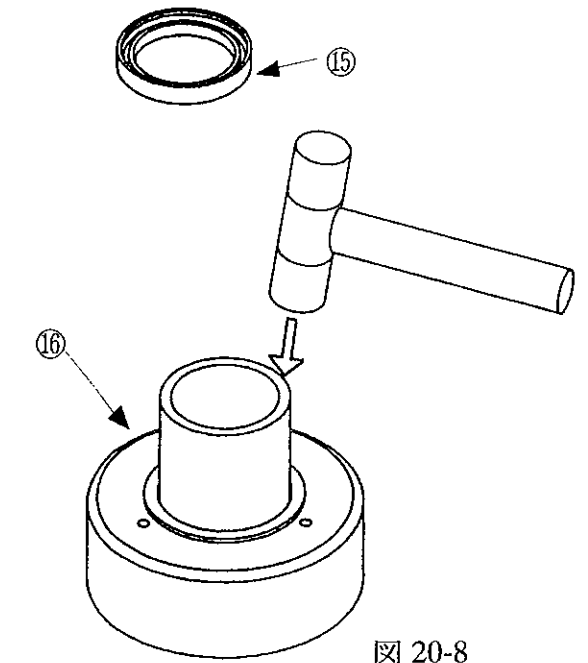

図 20-8
- ・⑲ベアリングカバーへ⑮オイルシール2ヶを丸パイプ等を使い、リッチハンマー（プラスチックハンマー）で適度な力でたたき入れます。(図20-8)
- ・たたき入れた⑮（一個目の）オイルシールの溝に指定されたグリースをヘラなどで入れます。